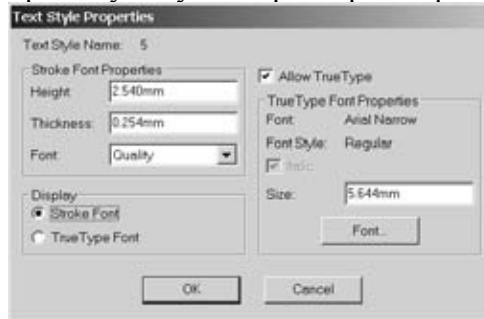

Рис.2.2.5
- Для первого задаваемого шрифта размером в 3,5 мм введите в окне **Style Name** цифру 3.5 и щёлкните по кнопке ОК. Появится диалоговое окно **Text Style Properties** (рис. 2.2.5). В